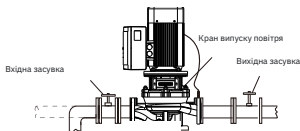

Рисунок 8. Арматура для заповнення та видалення повітря
6. Закрутіть кран випуску повітря — див. рисунок 8.
1. Закрийте вхідну засувку та відкрутіть кран випуску повітря на кришці насоса — див. рисунок 8.